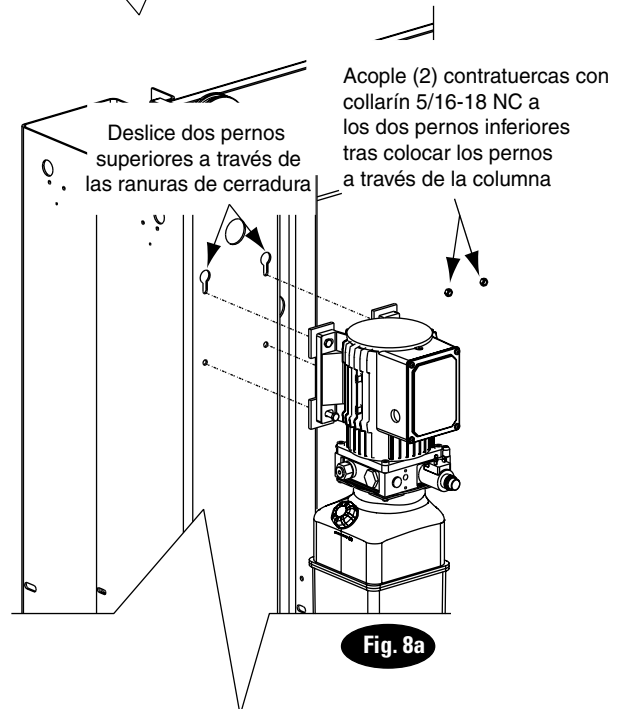

Fig. 8a
Sujete la unidad de potencia en la extensión de la columna del lado del conductor, Fig. 1. Empuje hasta el tope dos pernos en el soporte de la unidad de potencia a través de la extensión de la columna y coloque (2) contratuercas con collarín 5/16"-18NC en los pernos. Apriete los cuatro pernos en el soporte de la unidad de potencia asegurándose de que queda firmemente sujeto a la columna Fig. 8a.